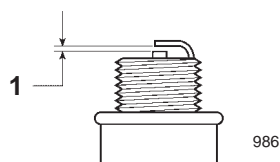

Figure 11
4. Réglez l'écartement des électrodes de la bougie neuve à 0,76 mm (0,030") (Fig. 11).